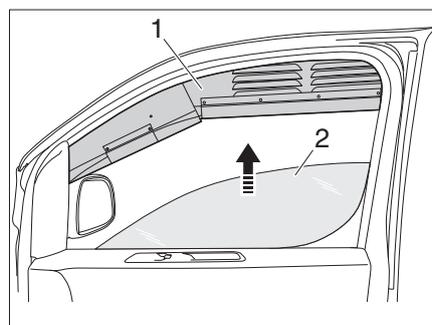

Bild 9 Lüftungsgitter einsetzen
▷ Das Lüftungsgitter (Bild 9,1) wird in der Tasche an der Sitzschlafbank verstaut.
- Fahrzeugscheibe (Bild 9,2) herunter fahren.
- Lüftungsgitter (Bild 9,1) oben im Fensterrahmen einsetzen.